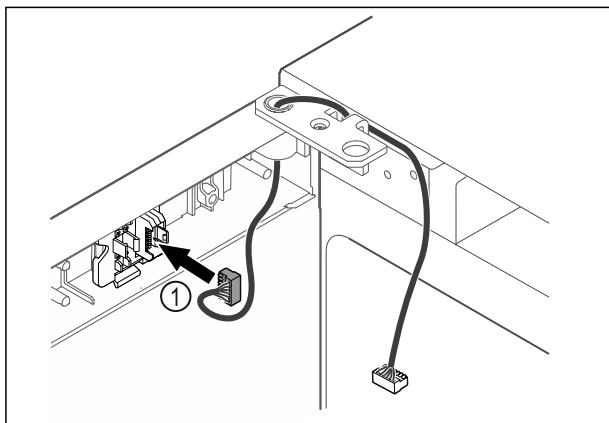

Fig. 43
- ▶ Vtič Fig. 43 (1) vstavite v držala vtiča.